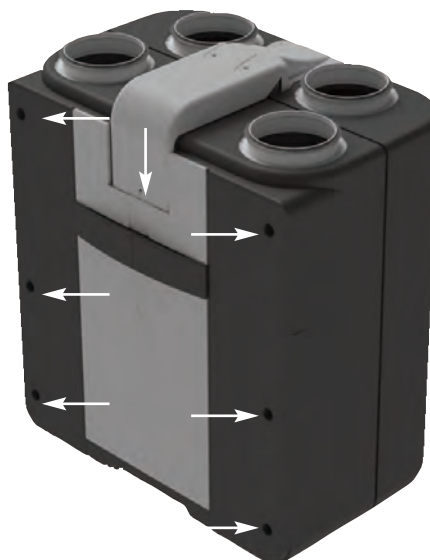

fig. 1
- Smontare il pannello frontale dell'unità: togliere i tappi di copertura e svitare le viti del pannello con l'apposita chiave TORX (fig. 1) ed adattare il sifone
- Remove front cover panel of the unit: remove plugs and unscrew the screws using a TORX key (fig. 1) and start the siphon.
- Rimontare il pannello frontale avvitando le viti con l'apposita chiave TORX, e reinserire ei tappi di copertura (fig. 1).